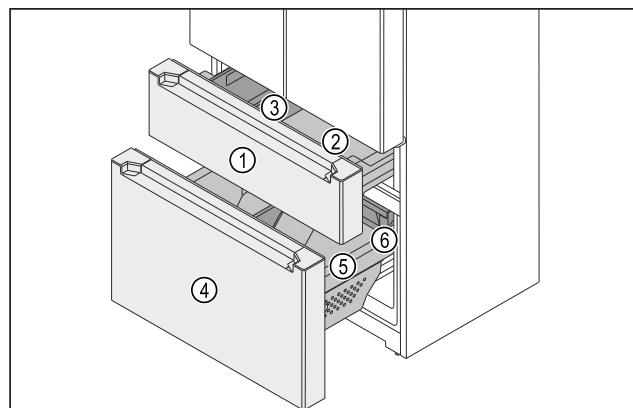

Fig. 149 Auszugswagen Gefrierteil
- (2) Behälter
(3) FlexBox
Das Gefrierteil besteht aus zwei Auszugswägen. Im oberen Auszugswagen Fig. 149 (1) sind ein Behälter Fig. 149 (2) und eine FlexBox Fig. 149 (3). Im unteren Auszugswagen Fig. 149 (4) sind ein großer Behälter Fig. 149 (5) und ein Schubfach Fig. 149 (6). Sie können die Behälter im oberen und unteren Auszugswagen zur Reinigung entnehmen.